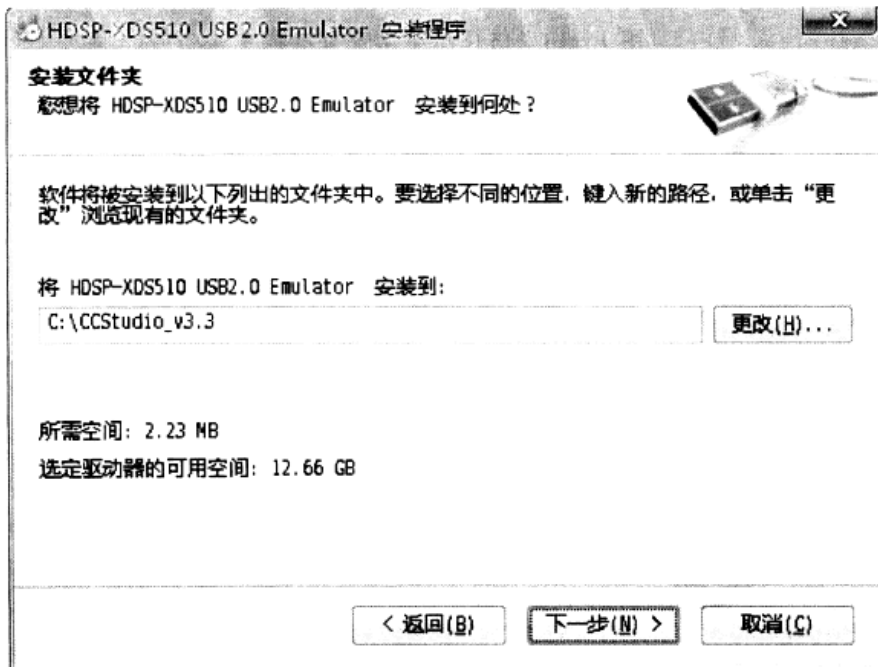

图 1-17 仿真器驱动安装步骤 3
③ 选择安装文件夹,驱动程序安装的路径要和 CCS 软件安装的路径相同,因此,这里驱动的安装路径为 C:\CCStudio_v3.3,单击“下一步”,如图 1-17 所示。